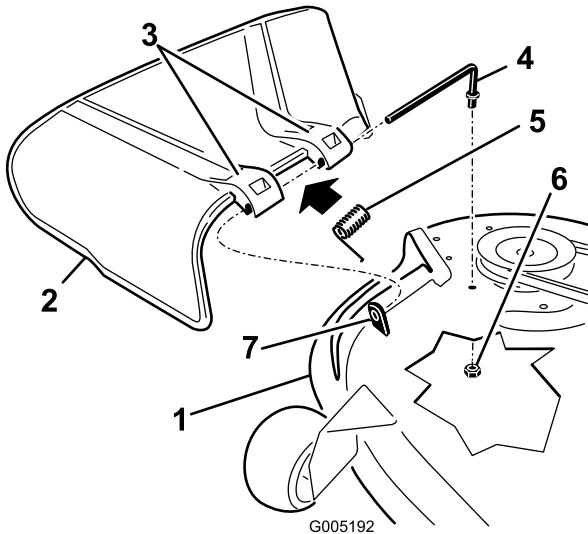

Bild 71
- Machen Sie die in Bild 71 gezeigten Teile ausfindig.
- Nehmen Sie die Mutter (3/8 Zoll) aus der Stange unter dem Mähwerk ab (Bild 71).
- Schieben Sie die Stange aus dem kurzen Vorsprung, der Feder und dem Ablenkblech (Bild 71). Entfernen Sie defekte oder abgenutzte Ablenkbleche.
- Montieren Sie das Ablenkblech (Bild 71).
- Setzen Sie die Feder mit den Enddrähten nach unten auf die Stange, zwischen die Ablenkblechhalterungen. Schieben Sie die Stange durch die zweite Halterung am Grasablenkblech (Bild 71).
- Schieben Sie die Stange vorne am Ablenkblech in den kurzen Vorsprung am Mähwerk. Befestigen Sie das hintere Stangenende mit einer Mutter (3/8 Zoll) am Mähwerk (Bild 71).